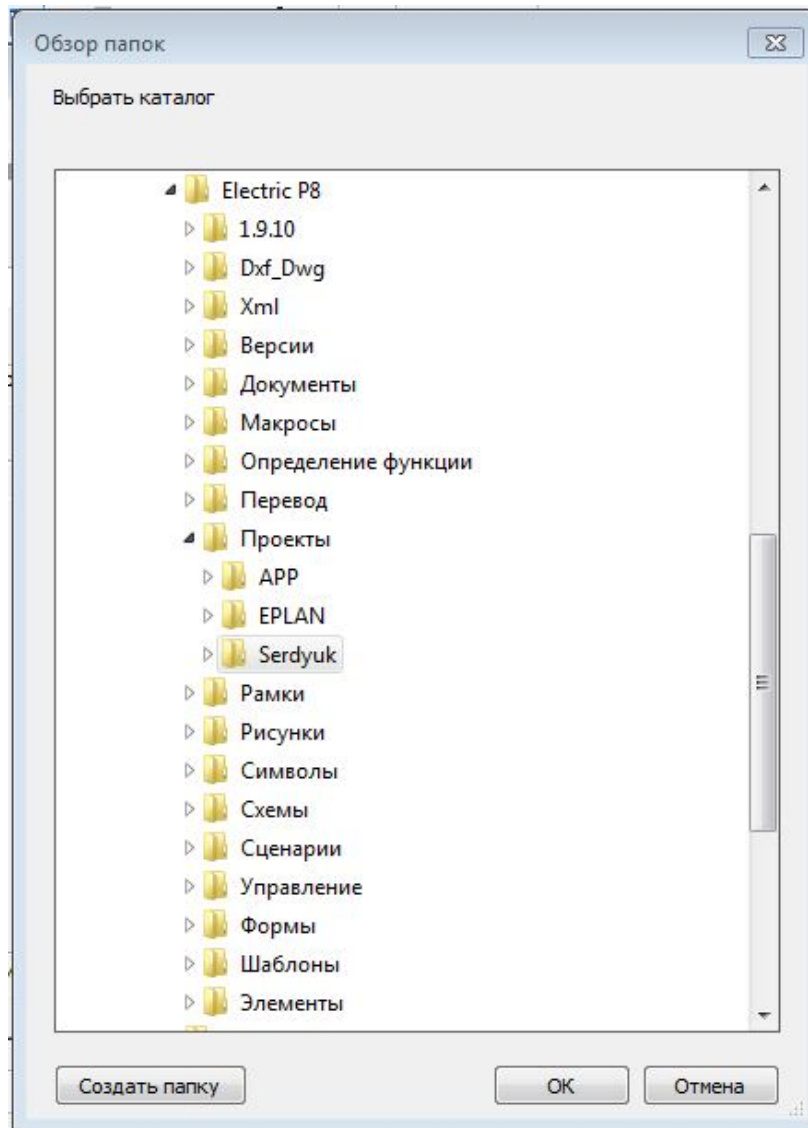

Рисунок 3.2 – Діалогове вікно *Обзор папок* програми *EPLAN Electric*
6. Виберіть для проекту **Место хранения**. Для цього клацніть поруч із однойменним полем по кнопці [...]. Відкриється діалогове вікно **Обзор папок** (рис. 3.2).